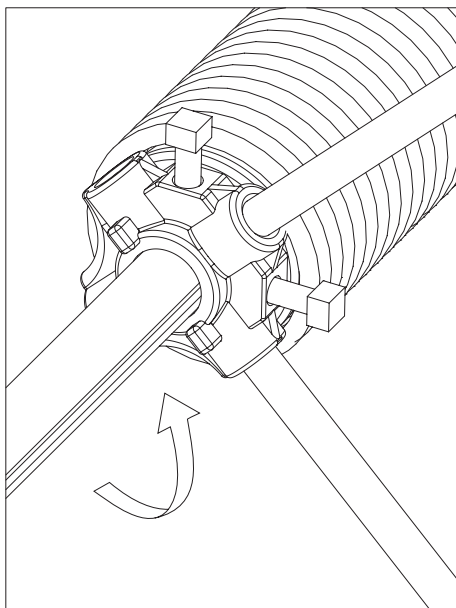

Рис.39
- установить вороток в гнездо натяжного наконечника, находящееся внизу (рис. 39).